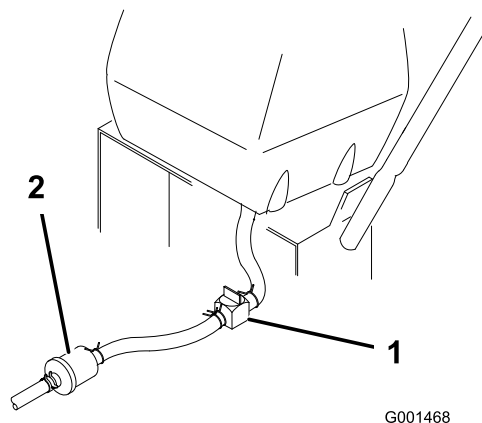

Figure 33
2. Fermez le robinet d'arrivée de carburant sur le réservoir (Figure 33).
3. Pincez les extrémités du collier de fixation et poussez le collier en haut de la conduite d'alimentation, à l'opposé du filtre à carburant (Figure 33).
4. Débranchez la conduite d'alimentation du filtre à carburant (Figure 33). Ouvrez le robinet d'arrivée de carburant et laissez l'essence s'écouler dans un bidon ou un bac de vidange.
3. Fermez le robinet d'arrivée de carburant sur le réservoir (Figure 33).
7. Ouvrez le robinet d'arrivée de carburant sur le réservoir (Figure 33).